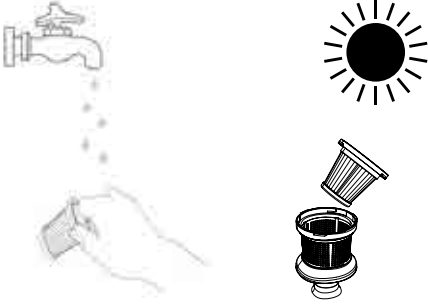

FIG. 10
6. Ostrożnie załóż filtr/hepa z powrotem w pojemniku na kurz (Rys.10).